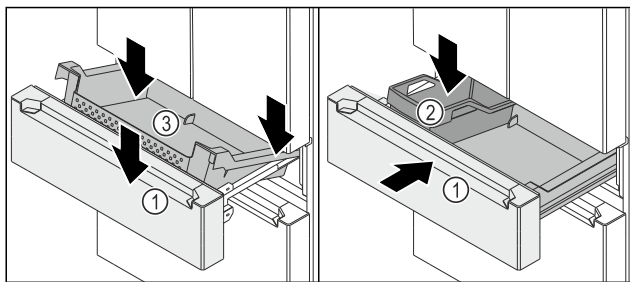

Fig. 150
- ❑ Изтеглящата се ракла Fig. 150 (1) е изтеглена.
- Поставете съда Fig. 150 (3) отзад върху релсите отдясно и отляво.
- Спуснете съда Fig. 150 (3) отпред, така че съдът Fig. 150 (3) да обхване релсите отдясно и отляво.
- Поставете FlexBox Fig. 150 (2).
- Вкарайте изтеглящата се ракла Fig. 150 (1).